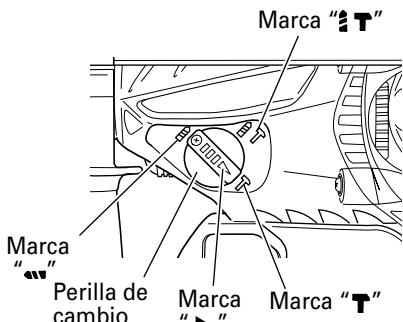
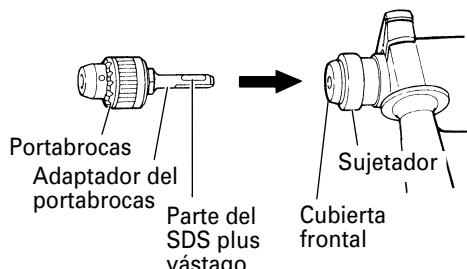
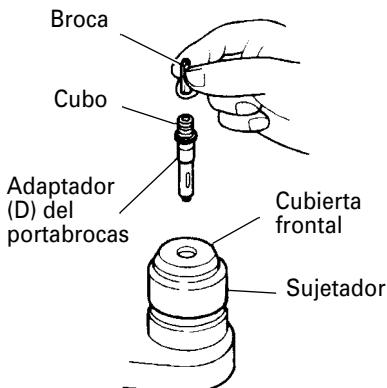

Fig. 12
Fig. 14
Fig. 15
Alinee la marca "►" con la marga "T" girando la palanca de cambio para establecer el modo de "Rotación + golpeteo". (Fig. 12)
Alinee la marca "►" con la marga "T" girando la palanca de cambio para establecer el modo de "Rotación solamente" (Fig. 12). Para perforar madera o metal empleando el portabrocas y el adaptador del portabrocas (accesorio facultativo), proceder como sigue. Instalación del portabrocas y adaptador del portabrocas (Fig. 14):
- 4. Cuando coloque tornillos para metal (Fig. 15) En primer lugar, inserte la broca en el cubo del extremo del adaptador (D) de portabroca. A continuación, Monte el adaptador (D) de portabroca en la unidad principal empleando los procedimientos descritos en 3(1), (2), y (3), coloque
- Alinee la marca "►" con la marca "T" girando la palanca de cambio para establecer la función de "Percusión solamente". (Fig. 12)
- (1) Montar la punta rompedora o cortafriós.
- 6. Atornillando tornillos para madera (Fig. 15)